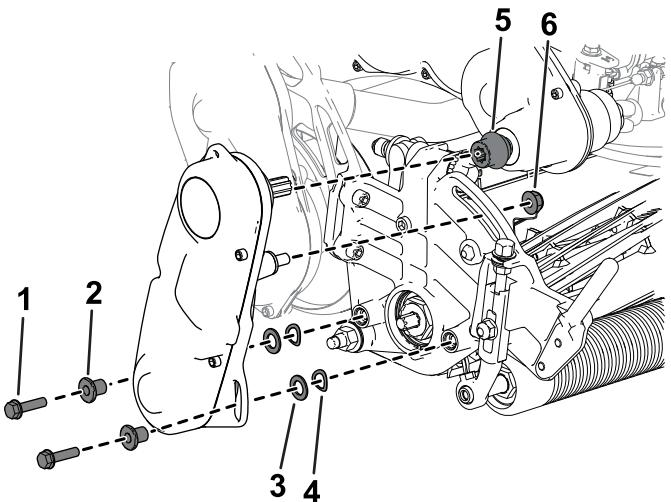

Figure 46
- 6. Fixez le système d' entraînement du cylindre à la plaque latérale de l'unité de coupe à l'aide des vis à tête creuse, des rondelles et des entretoises retirées précédemment (Figure 46).
Veillez à installer l'arbre d' entraînement du cylindre sur le coupleur de l' arbre d' entraînement de la transmission (Figure 46).